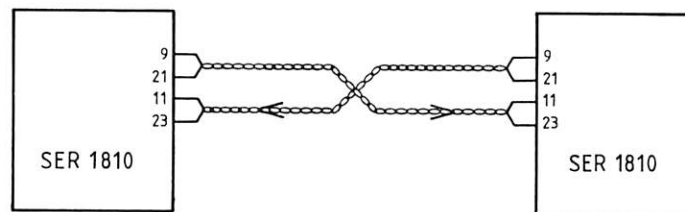

Bild 4/4 Verbindung über RS-422-Schnittstelle
- **Anschluß** eines Fernbediengeräts oder eines Empfängers oder eines Peilers oder eines ähnlichen Geräts **über die RS-422-Schnittstelle** zur wechselweisen Kommandierung über größere Entfernung ohne Zwischenschaltung von Modems (bis 1000 Meter Leitungslänge über verdrehte Leitungen; kleine Entfernung auch unverdrillt), BU 3, 6, 7 und 8 auf B-C; BU 5 und 9 auf A-B, Bild 4/4: